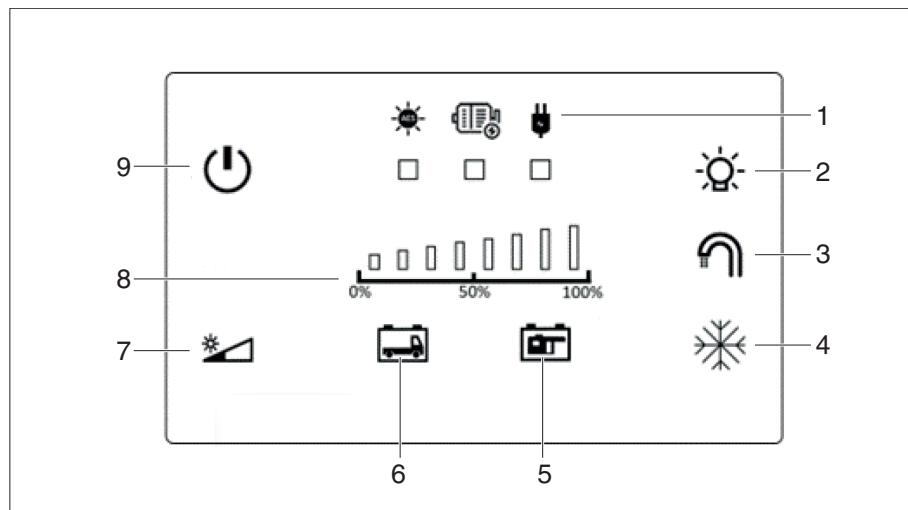

Figura 59 Panel de mando D110
El panel de control utiliza LEDs de señalización (Figura 59, 1) para indicar qué fuente de energía se está utilizando para cargar la batería del habitáculo.
La tecla de encendido (Figura 59, 9) se utiliza para encender y apagar el panel de mando. La iluminación está ajustada de serie a un brillo medio y se puede ajustar manualmente con sólo pulsar la tecla de atenuación (Figura 59, 7). Independientemente del nivel de brillo configurado, la iluminación se atenúa cuando está inactiva y se reactiva pulsando cualquier tecla. Se mantiene el último nivel de brillo utilizado. La tecla de atenuación (Figura 59, 7) siempre se ilumina en amarillo, excepto en el modo nocturno.
Al mantener presionada la tecla de atenuación (Figura 59, 7) el panel de mando cambia al modo nocturno. Sólo la tecla de atenuación queda iluminada tenuemente en rojo para no confundirse con un panel de mando apagado.
Si la tensión de la batería es muy baja las teclas de control (Figura 59, 5) y (Figura 59, 6) del panel de mando parpadean.
- Presionar la tecla de control (Figura 59, 5).
El estado de carga de la batería asociada se muestra en la pantalla de control LED (Figura 59, 8).
Si la tensión de la batería de arranque es muy baja, la tecla de control correspondiente (Figura 59, 6) del panel de mando parpadea en blanco. En caso de que el vehículo esté conectado a una fuente de energía solar o a la corriente convencional, la E-Box garantiza que la batería de arranque se mantenga cargada. Para cargar completamente la batería hay que mover el vehículo para que la carga pueda realizarse a través del alternador.
Si la tensión de la batería del habitáculo es baja, la tecla de control correspondiente (Figura 59, 5) del panel de mando parpadea en rojo. Si la batería del habitáculo no está cargada, la tensión de la batería seguirá bajando. Cuando se alcanza un valor crítico para la batería entra automáticamente en funcionamiento la protección de la batería.